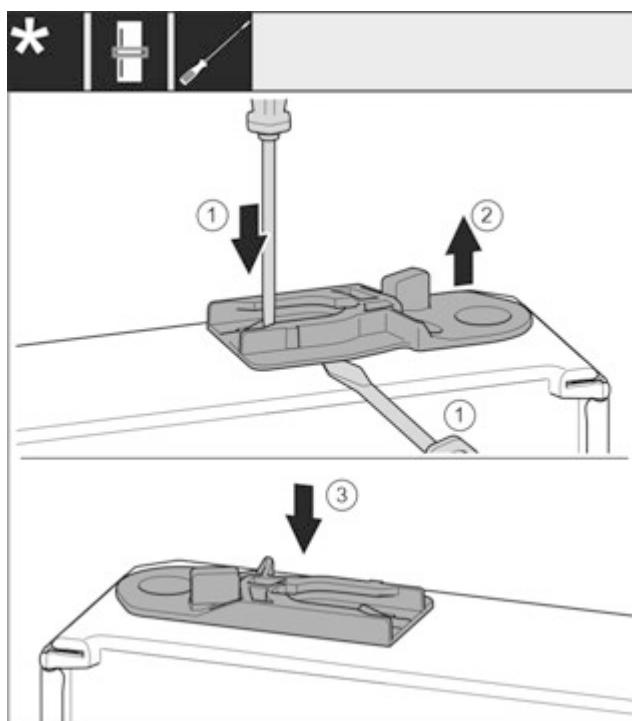

Fig. 38
- ▶ Витягніть направляюче гніздо: Натисніть шліцевою викруткою накладку і одночасно підведіть її під направляюче гніздо. Fig. 38 (1, 2)
- ▶ Направляюче гніздо, що входить до складу поставки, вставити з іншого боку корпуса. Fig. 38 (3)